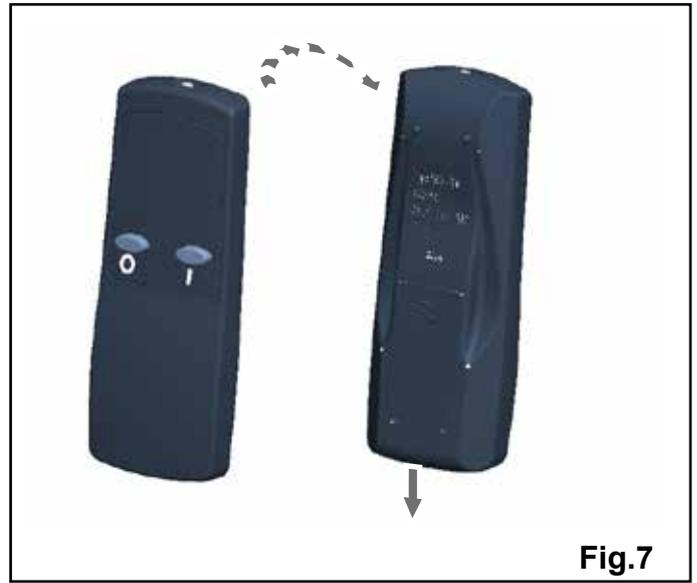

Fig.7
En el panel de control, el interruptor A (ver Fig.2) debe estar en la posición "ON" (I) para que el mando a distancia funcione. El mando a distancia dispone de 2 botones. (Ver Fig.7)
1. Desenganche la tapa de las pilas situada en la parte posterior del mando a distancia. (Ver Fig.7)